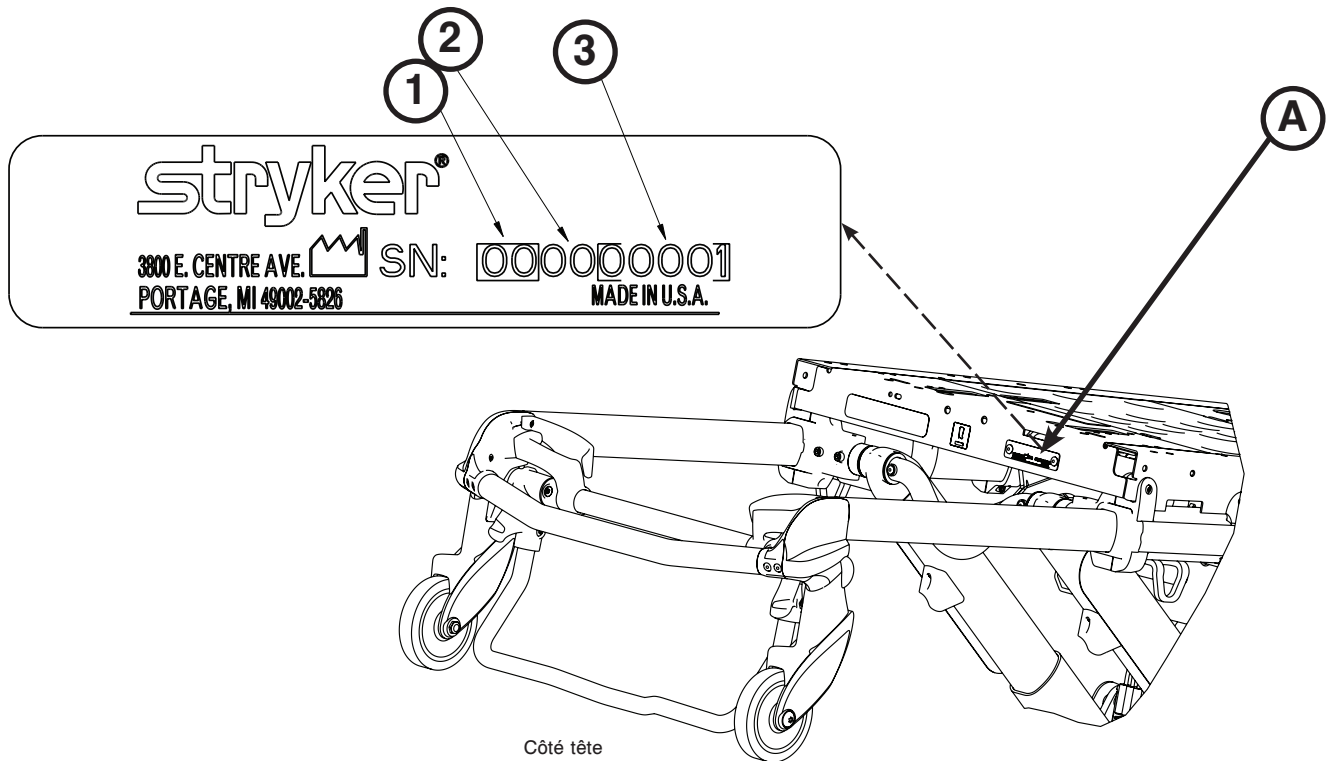

Figure 1 : Numéro de série de la civière et emplacement
Se munir du numéro de série (A) du produit Stryker (comme le montre la Figure 1) avant d'appeler le service clientèle ou le support technique de Stryker. Inclure le numéro de série dans toutes les communications écrites.
Voir la figure 1 et les indications ci-dessous pour plus d'informations sur le numéro de série :